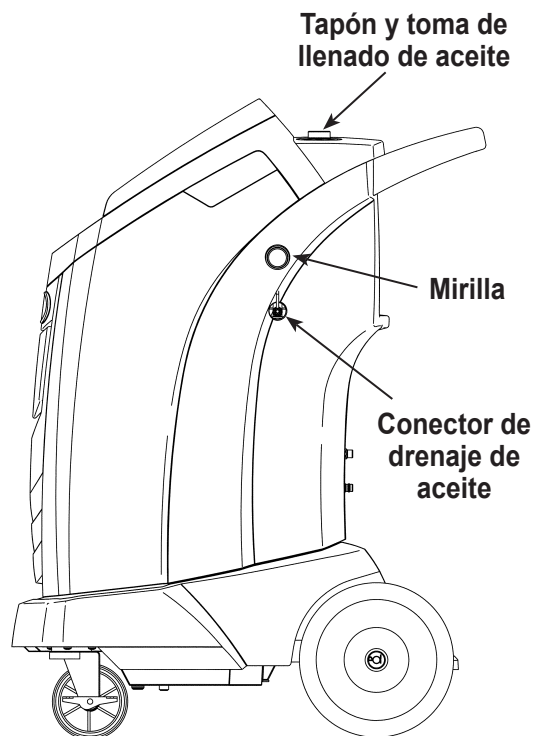

Figura 13
3. Abra lentamente el tapón de llenado de aceite para verificar que no haya presión en la máquina. A continuación, retire el tapón con cuidado. Consulte la Figura 13.